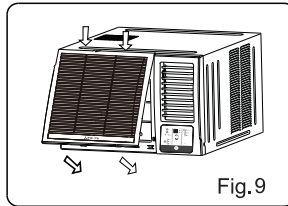

Fig.9
2. 對齊扣位安裝前面板，正確安裝好後可聽到"click聲音"。(見 Fig9).